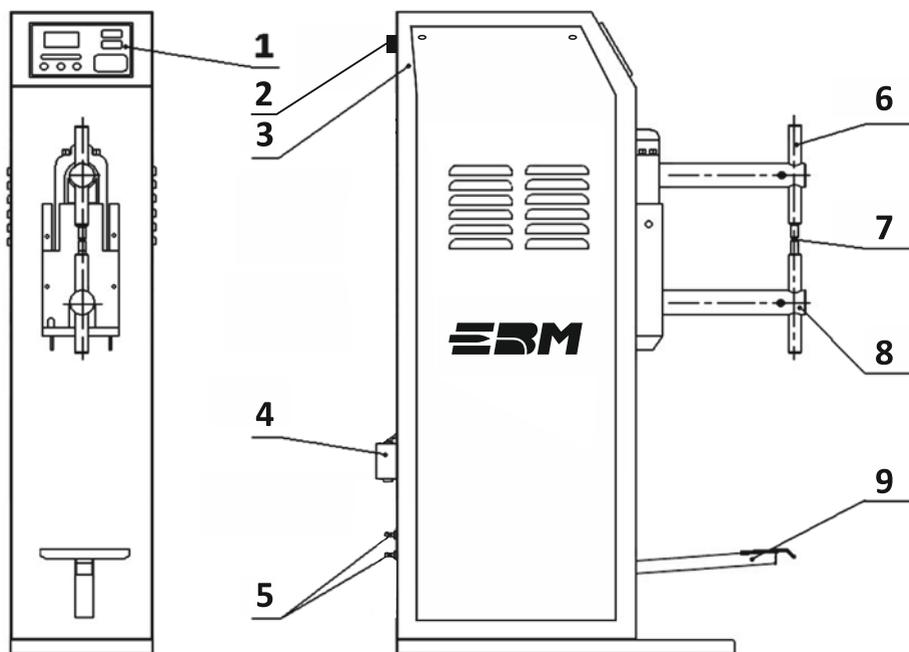
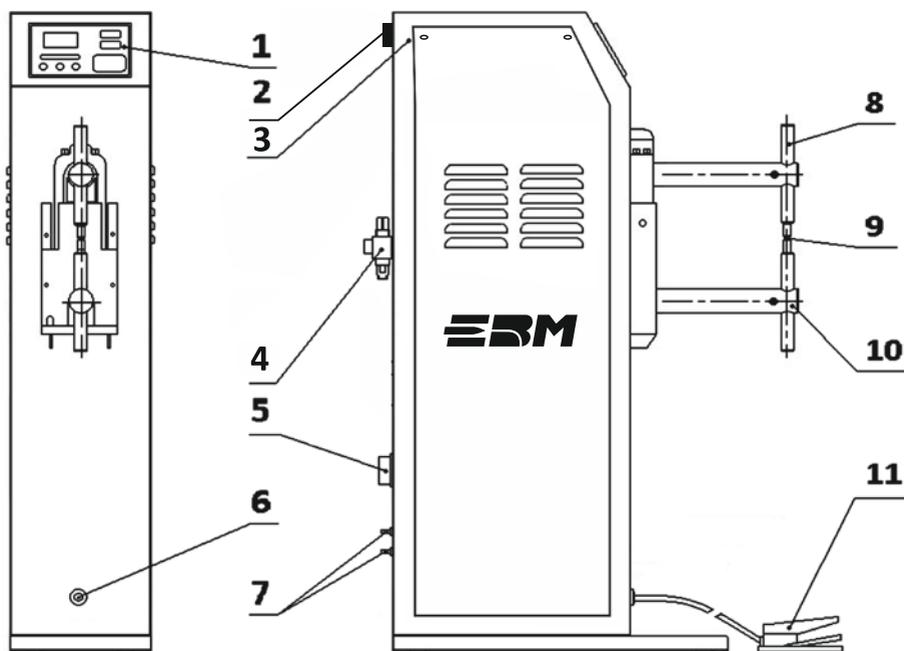

Рисунок 1 – Основные компоненты аппарата МТ-35
Рисунок 2 – Основные компоненты аппарата МТП-35
- Подключите гибкую трубку сжатого воздуха диаметром 9 мм. к разъему блока регулировки давления сжатого воздуха поз. 3 (рис. 2).
- Установите краны электроклапана подачи воздуха поз. 4 (рис. 2) в положение «открыто».
- Подключите трубки подачи и отвода воды к соответствующим разъемам поз. 7 (рис. 1, рис. 2), обеспечив герметичность соединения, используя подходящую стяжку или хомут.
- У модели МТП-35, при необходимости, отрегулируйте блок регулировки давления сжатого воздуха (поз. 3 рис. 2), чтобы замедлить опускание верхней консоли. Рекомендуется компенсировать замедление прижима консоли более длительным временем предварительного сжатия.